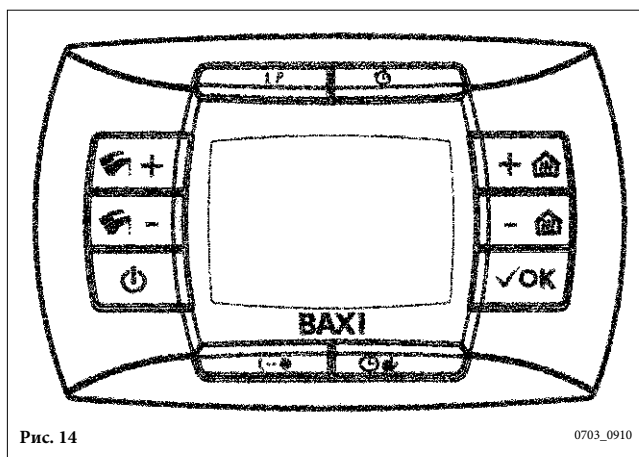

Рис. 14
**Клемма 8-9-10:** электропитание для зонального клапана (рис.14).
- нажать и держать нажатой кнопку  и затем нажать  (см. рис.14).